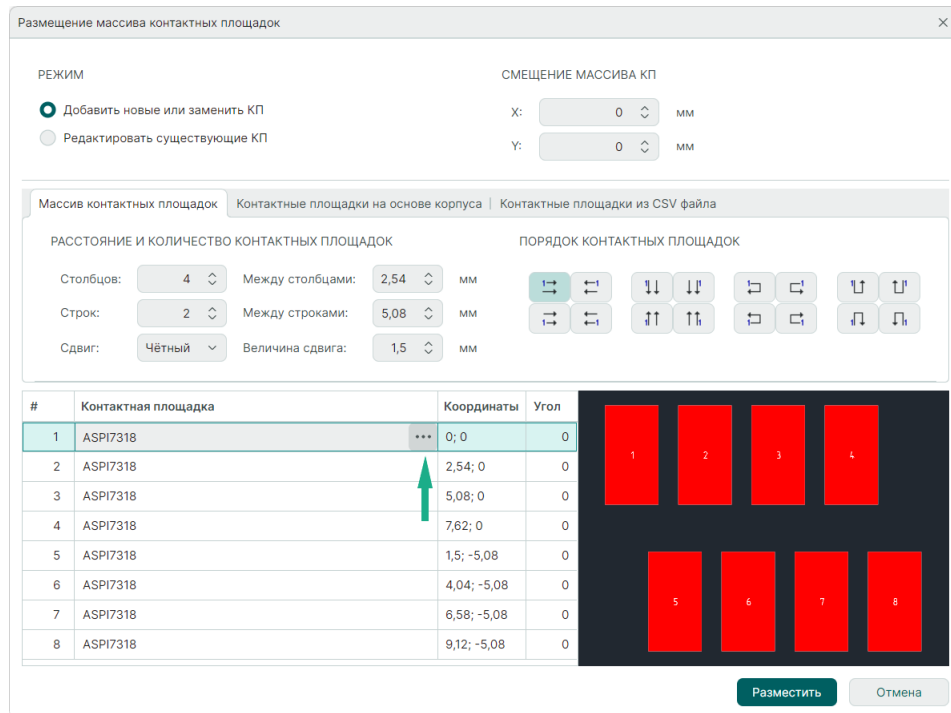

Рис. 92 Переход к выбору типа контактной площадки
1. Нажмите на символ «…» в правой части столбца «Контактная площадка», см. Рис. 92.